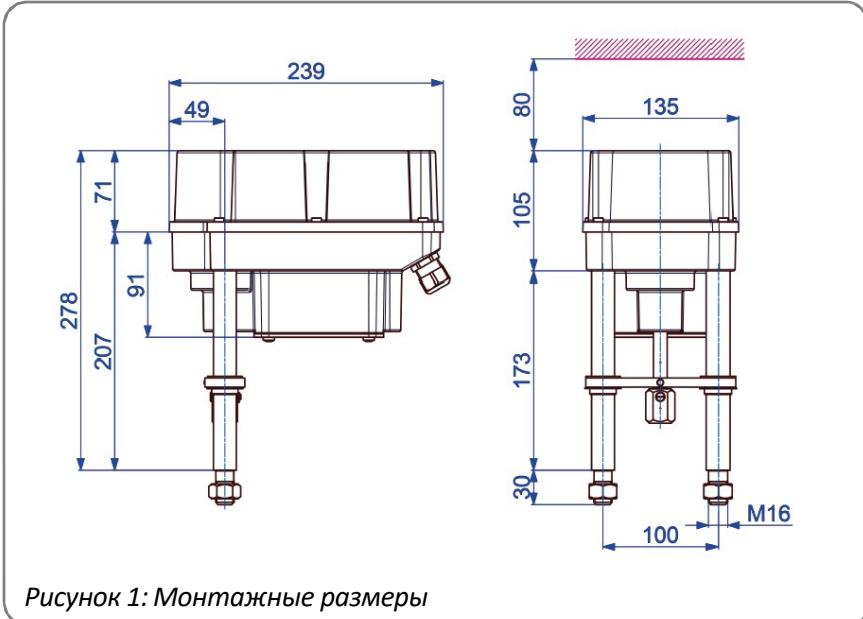
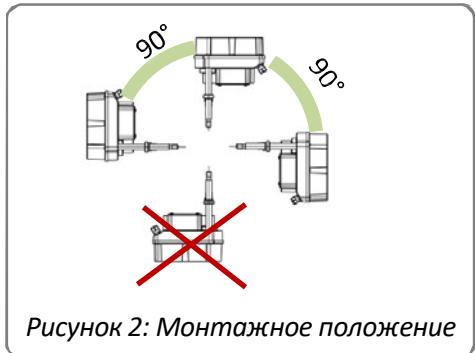

Рисунок 1: Монтажные размеры
Рисунок 2: Монтажное положение
- Приводы встраиваются таким образом, чтобы было достаточно свободного места для удобства снятия крышки (Рис. 1). Монтажное положение – любое, кроме конструкции «Кожух вниз» (Рис. 2)